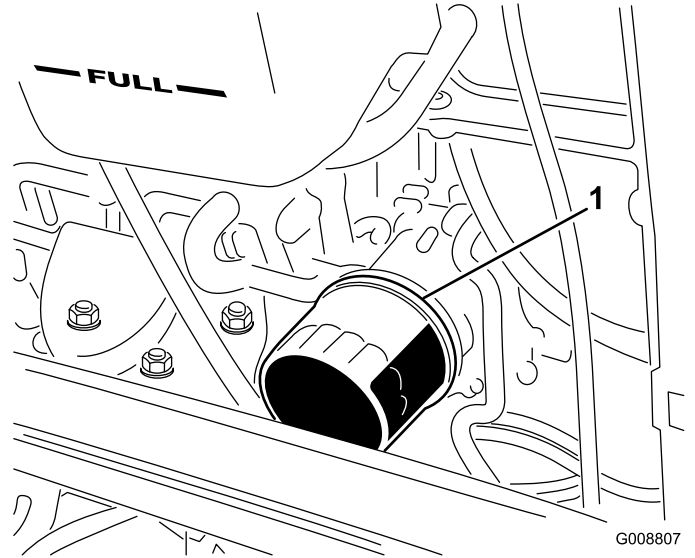

Bild 59
2. Entfernen Sie den Ölfilter (Bild 59). Ölen Sie die neue Dichtung am Ölfilter leicht mit frischem Öl ein, bevor Sie den Filter eindrehen. Ziehen Sie nicht zu fest.